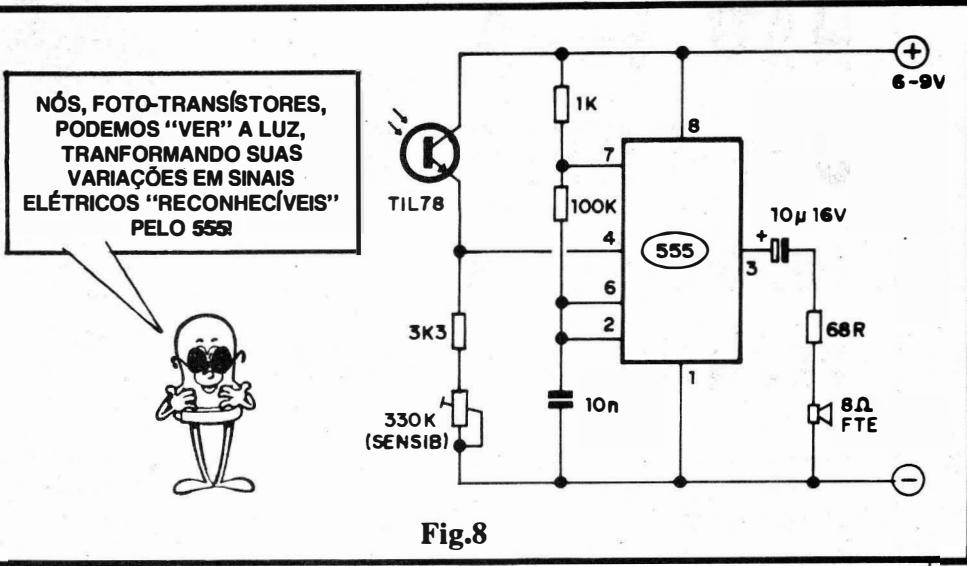

Fig.8
**FIG. 8 - ALARME "ANTI-XERETA" (PARA CAIXAS, COFRES, ETC.)** - Esse fantástico bichinho de 8 pernas que é o 555, pode centrar circuitos e aplicativos os mais diversos, todos utilíssimos (e - como dissemos - o presente ARQUIVO TÉCNICO só traz uma "amostra" das potencialidades...), simples, baratos e "descomplicados". O circuitinho do diagrama 8 faz o seguinte: montado de forma compacta, alimentado por pilhas ou pequena bateria, pode ser guardado **dentro** de um cofre ou caixa (única pré-condição: que o tal **container** seja de material **opaco**...) cujo conteúdo se